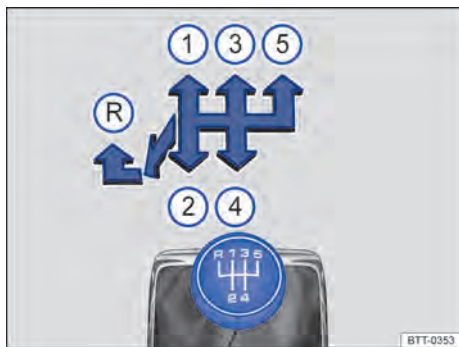

Fig. 83 Esquema de troca de marchas da transmissão manual de 5 marchas.
As posições de cada marcha estão representadas na alavanca de troca de marcha → Fig. 83.
- Empurrar a alavanca de troca de marcha totalmente para a esquerda e depois para frente até a posição da marcha a ré → Fig. 83 (R).